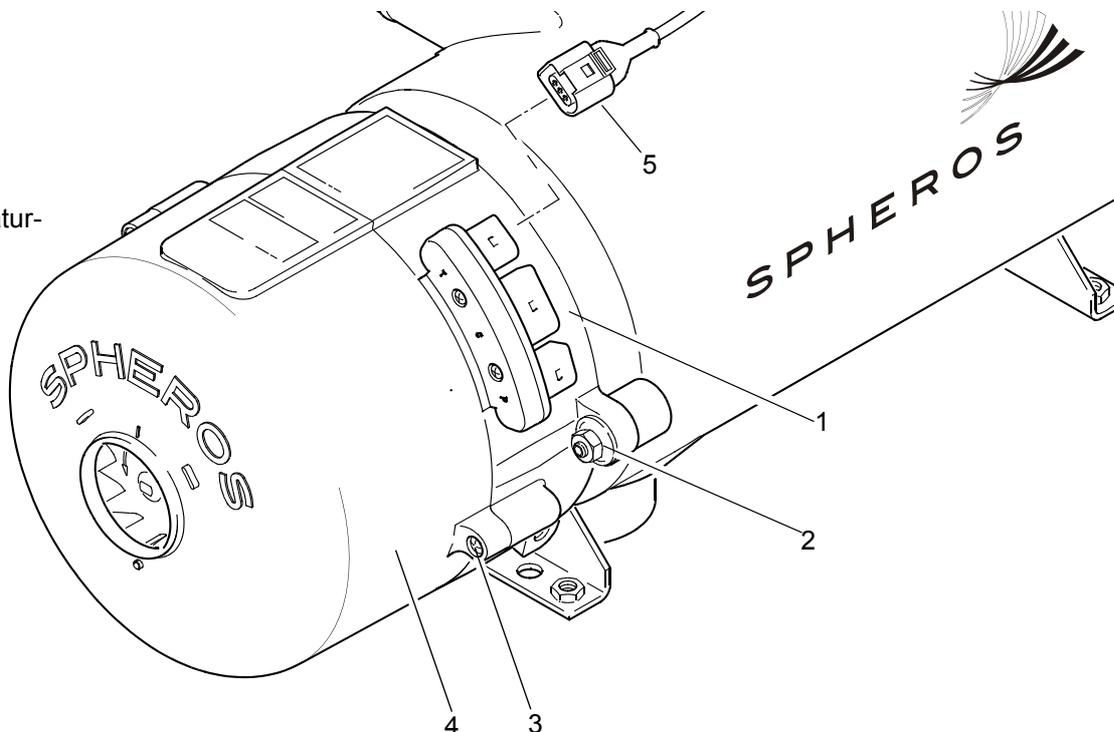

Abb. 801 Ab- und Anbau des Brennerkopfes / der Haube
2. Stecker des Temperatursensors (5, Abb. 801) abstecken.
1. Brenner (1, Abb. 801) ansetzen und in Zusammenbau bringen, dabei auf Zentrierung und korrekten Sitz achten.
2. Muttern (2) ansetzen und abwechselnd leicht weiterschrauben.
3. Muttern (2) mit  $7,5 + 1$  Nm anziehen und mit Schraubensicherungslack versiegeln.
6. Stecker des Temperatursensors (5) anstecken.
- 2 Muttern (2)
- 3 Schrauben (2)
2. Temperatursensor (1) mit  $8 \text{ Nm} \pm 0,5 \text{ Nm}$  anziehen.
3. Stecker des Temperatursensors (5, Abb. 801) anstecken.
2. Gegebenfalls den Stecker des Temperatursensors (5, Abb. 801) abstecken.
3. Schrauben (3, Abb. 801) lösen.
4. Haube (4) abnehmen.
1. Haube (4, Abb. 801) ansetzen und in Zusammenbau bringen. Dabei auf Zentrierung und korrekten Sitz und Abdichtung an Heizgeräte-Kabelbaum und Adapterkabelbaum achten.
2. Schrauben (3) befestigen und mit  $2 \text{ Nm} + 0,5 \text{ Nm}$  anziehen.
3. Gegebenfalls den Stecker des Temperatursensors (5, Abb. 801) wieder anstecken.